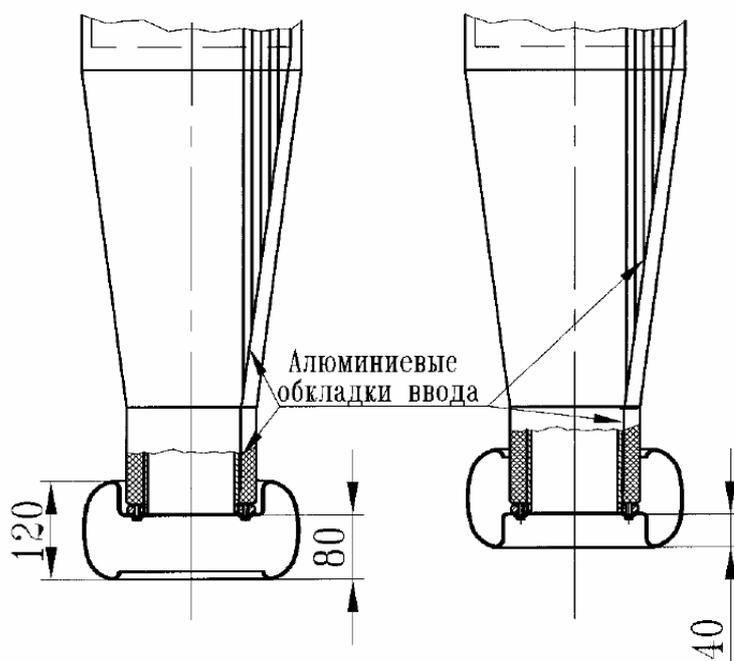

Рис. 3 Крепление экрана
1) Накрутить экран вместе с гайкой М110×3 на трубу нижней части ввода до упора. Экран должен быть накручен таким образом, как изображено на рис. 3.